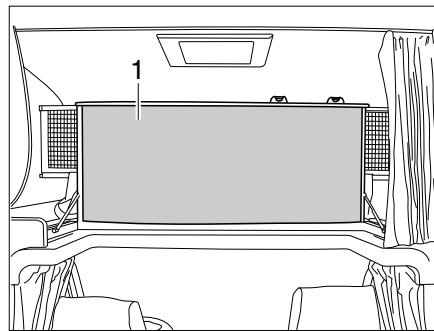

Fig. 156 Letto mansarda, ribaltato verso l'alto
- Ribaltare il letto mansarda (Fig. 156,1) verso l'alto, in avanti. Il letto mansarda viene mantenuto nella posizione superiore dalle molle a gas.